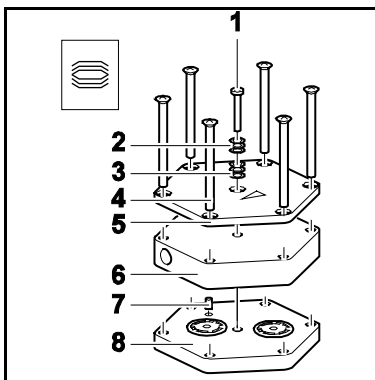

Abb. 10: Pumpenkopf montieren
1. An pneumatischer Kopfverschaltung (3) die Überwurfmutter (2) von Hand lösen. Winkelschraub-Verschraubung (1) des Pumpenkopfs (4) gegen den Uhrzeigersinn drehen, bis Verbindungsschlauch abgezogen werden kann.
2. An beiden Pumpenköpfen Druckplatte (Abb. 10/5), Kopfdeckel (Abb. 10/6), Zwischenplatte (Abb. 10/8) und Membranaufnahme mit einem durchgehenden Filzstiftstrich markieren. Dadurch wird verhindert, dass die Teile später falsch montiert werden.
6. Schraube/Schrauben (1) in der Mitte der Druckplatte (5) mit Tellerfedern (2, 3) einsetzen. Dabei auf die richtige Anordnung der Tellerfedern achten (siehe Abb. 10).
7. Schraube/Schrauben (1) festziehen, bis Schraubenkopf flächig aufsitzt. Schraube/Schrauben mit weiterer halber Umdrehung fixieren (Anzieh-Drehmoment: 25 Ncm).